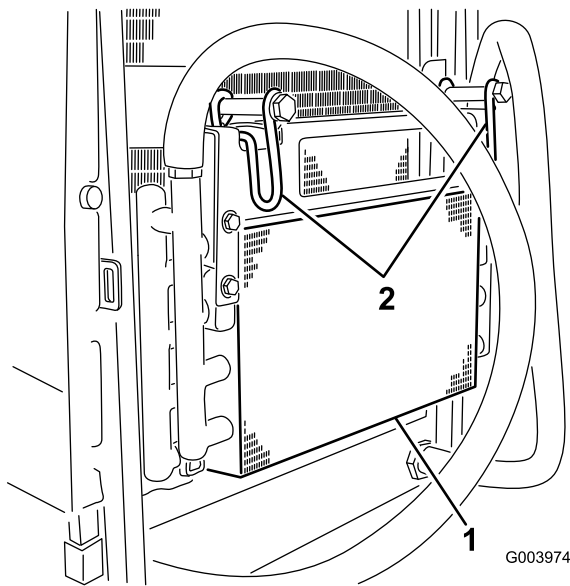

Figure 65
5. Pivotez les verrous vers l'intérieur pour dégager le refroidisseur d'huile (Figure 65).